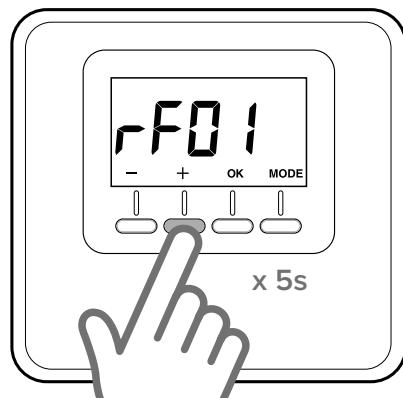

Fig. 18
- Pressionar novamente a tecla “+” por 5 segundos para aceder aos parâmetros técnicos, o visor apresenta o parâmetro “rFO1” (Fig. 18).